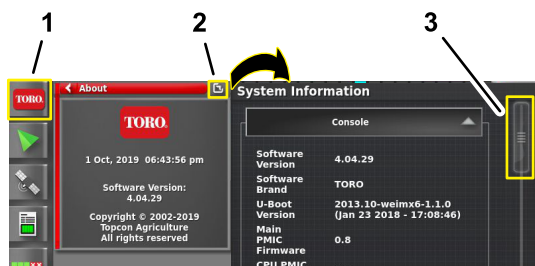

Figure 210
1. Appuyez sur l'icône INFORMATION SYSTÈME, puis faites glisser votre doigt sur l'icône PLEIN ÉCRAN dans le coin supérieur droit de la fenêtre d'information système (Figure 210).